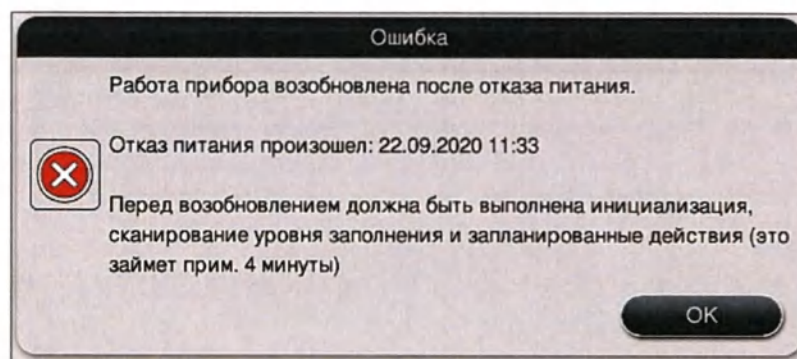

Рис. 106
- ① Первое информационное сообщение после автоматического перезапуска прибора уведомляет пользователя о времени нарушения подачи питания (→ "Рис. 106"). Подтвердите это информационное сообщение нажатием кнопки **ОК** для активации дополнительных указаний для продолжения процесса окрашивания.